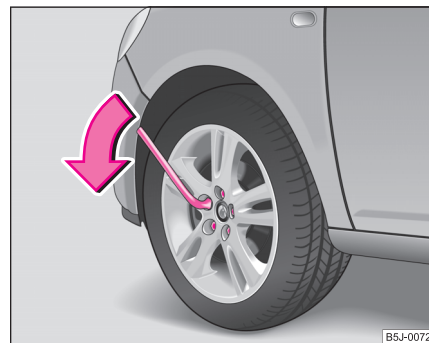

Fig. 171 Cambio de rueda: Aflojar los tornillos de rueda
- Agarre la llave por el extremo y gire el tornillo aproximadamente **una** vuelta hacia la izquierda ⇒ fig. 171.